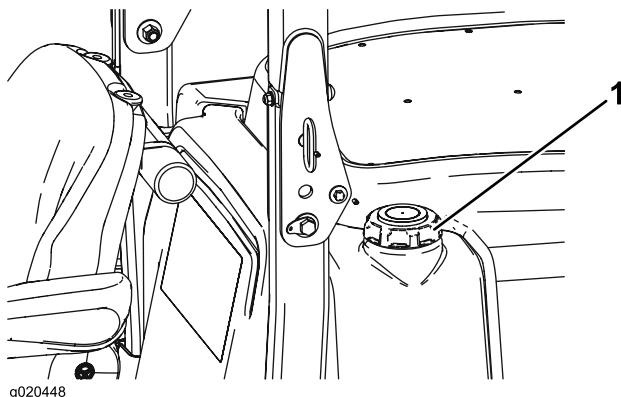

Figura 12
3. Togliete il tappo dal serbatoio carburante (Figura 12).